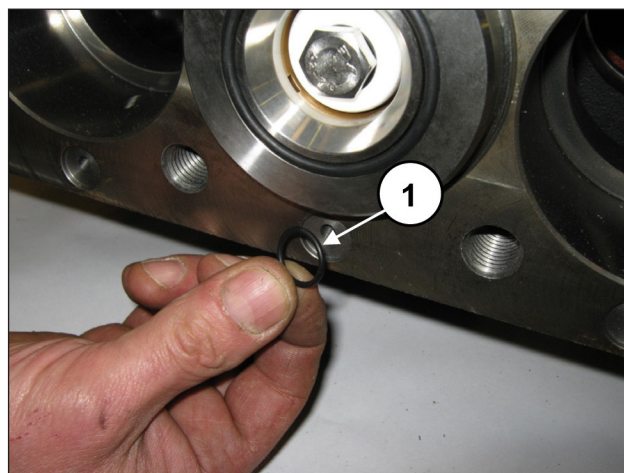

Fig. 167
Poser les 6 joints toriques frontaux sur le carter de pompe (rep. ①, Fig. 167).